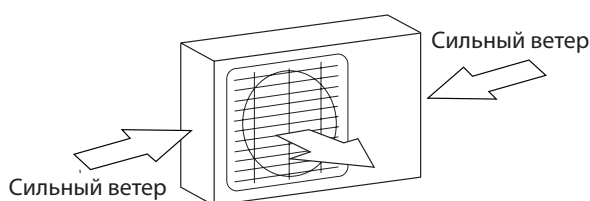

Рис. 5.1
- ☑ Если в месте установки бывают сильные ветры (например, на морском побережье), устанавливайте блок на стене с подветренной стороны. При необходимости можно использовать навес (см. рис. 5.1 и 5.2).